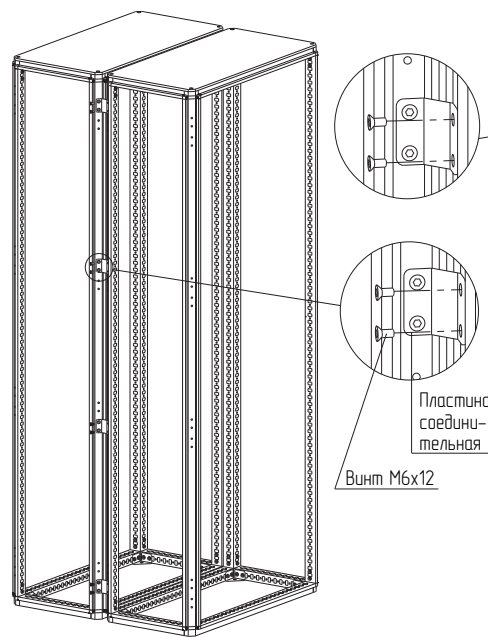

Рисунок 68
– вариант 1. (Установка каркасов «спина к спине») Закрепите пластины на нужной высоте к стойкам каркасов винтами М6×12 (рисунок 68). Момент затяжки – 7 Н·м;